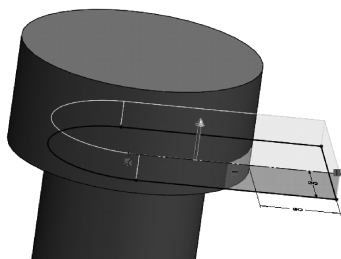

图 14-44 拉伸特征 1
2) 单击【特征】工具栏中的（拉伸凸台/基体）按钮，在【属性管理器】中弹出【凸台-拉伸】属性设置。在【方向 1】选项组中，设置（终止条件）为【给定深度】，（深度）为 10.00mm，单击（确定）按钮，生成拉伸特征，如图 14-44 所示。